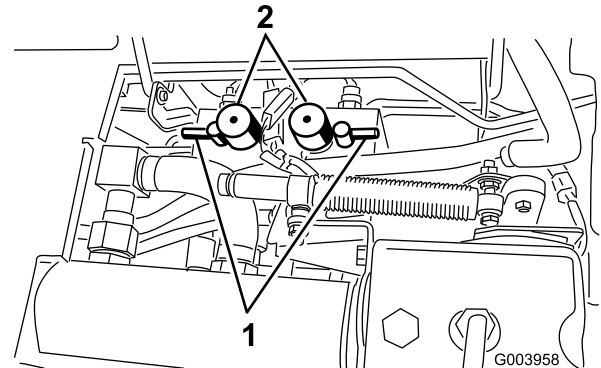

図 83
5. 両方のリール速度セレクタを 1 にセットする (図 83)。
6. バックラップスイッチで前のカッティングユニット又は後ろのカッティングユニット、あるいは両方を選択する（図 83）。